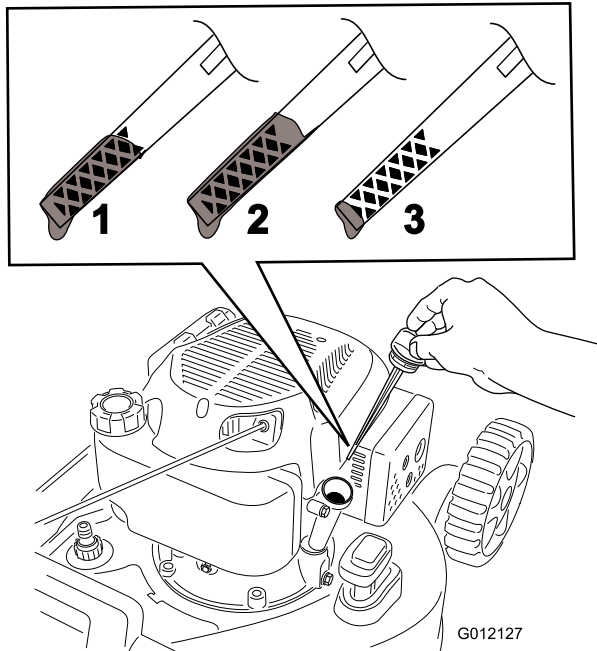

Bild 12
2. Entfernen Sie den Peilstab, indem Sie den Deckel nach links drehen und herausziehen (Bild 12).
5. Lesen Sie den Ölstand am Peilstab ab. (Bild 12)
- Wenn der Ölstand am Peilstab zu niedrig ist (Bild 12), füllen Sie langsam etwas
- Wenn der Ölstand am Peilstab zu hoch ist (Bild 12), lassen Sie Öl ab, bis der Ölstand am Peilstab richtig ist, siehe Wechseln des Motoröls (Seite 16).